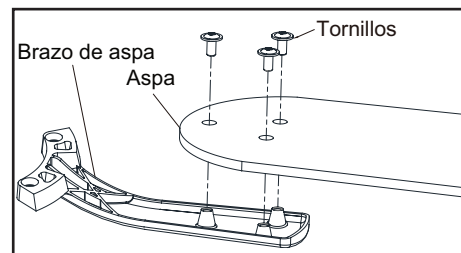

Figura 10
1. Fija el aspa a su soporte usando los tornillos mostrados en la Figura 10. Repite para los dos tornillos restantes.